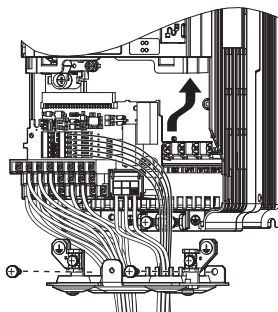

图 86 变频器的更换（端子排的安装）
1. 完成主回路的接线后，请按照图 86 将拆装式端子排切实插入插口，并用固定螺丝固定。